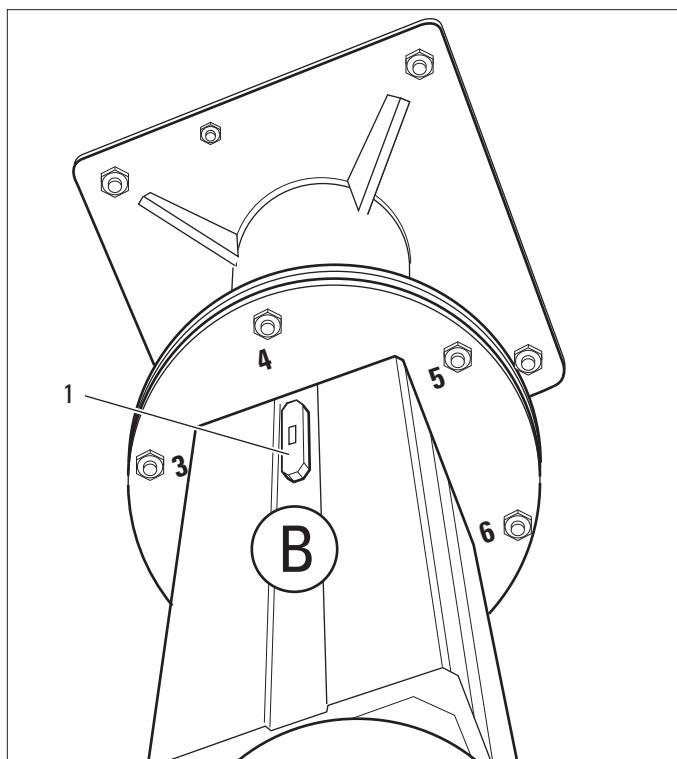

Bild 1
- ⇒ Präzisionswasserwaage (1) auf Seite **B** unterhalb der Schraube **4** senkrecht an das oberste Segment des Telescope Mounts anlegen (Bild 1).